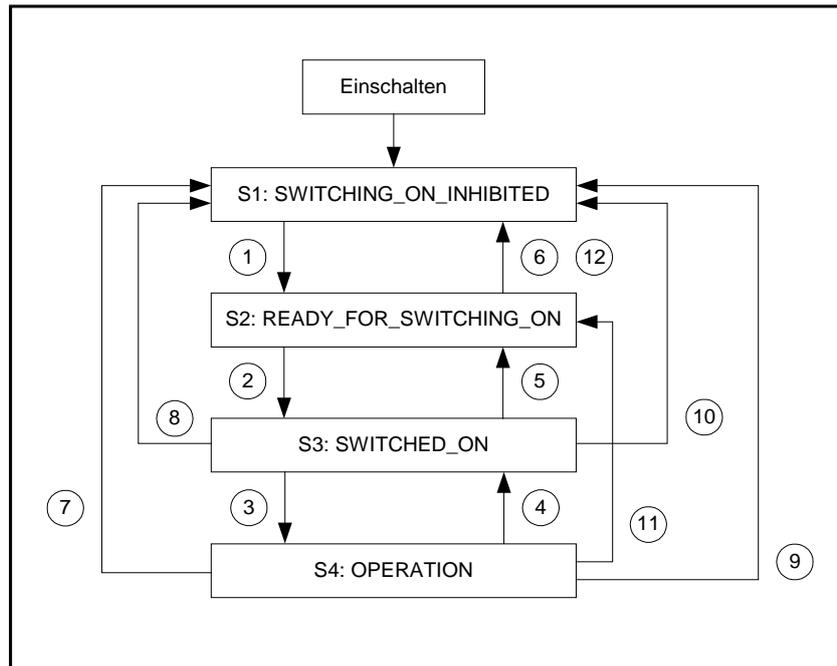

Abbildung 9-2: Vereinfachtes Zustandsdiagramm
Die Zustände sind aus der PROFIdrive-Spezifikation weitgehend übernommen. PROFIdrive unterscheidet zwischen Ramp stop und Quick stop. Der Servoregler schaltet hier einheitlich die Reglerfreigabe aus, so dass sich das vereinfachte Zustandsdiagramm gemäß Abbildung 9-2 ergibt.
- 3.) Laut Zustandsdiagramm (Abbildung 9-2) sind die Übergänge 1, 2 und 3 auszuführen.